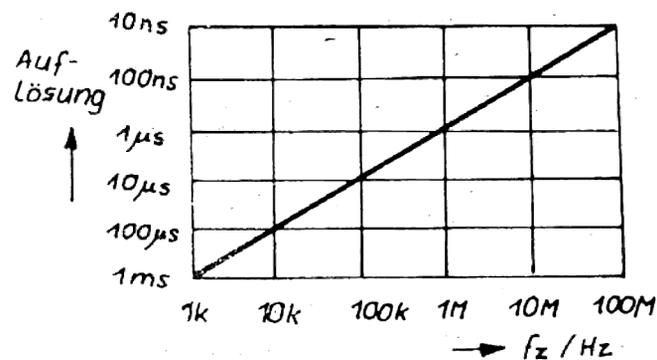

Bild 10: Auflösung bei Zeitintervallmessung
- Taste "Normalfrequenz" (11) lösen, falls Betrieb mit interner Normalfrequenz (Quarzfrequenz f_0) gewünscht ist. Bei Betrieb mit externer Normalfrequenz beachte man die Angaben unter Abschnitt 13.5.4.
- Taste "Fernsteuerung" (10) lösen, wenn kein ferngesteuerter Betrieb erfolgen soll. Bei ferngesteuertem Betrieb beachte man die Angaben unter Abschnitt 13.5.5.
- Schalter "Zählfrequenz" (21) in Stellung f_A bringen
- Schalter "Torzeit" (20) in Stellung Δt_{AB} bringen
- Zählfrequenz 1 kHz ... 100 MHz mit Schalter "Zählfrequenz" (21) je nach geforderter Auflösung wählen (Bild 10)